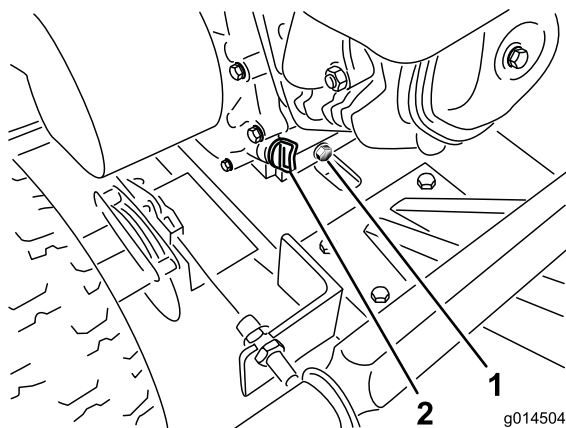

Figura 13
- Retire el tapón de vaciado y deje fluir el aceite a través del orificio de la ranura del bastidor (Figura 13).
- Retire el tapón de llenado de aceite y vierta lentamente aproximadamente el 80% de la cantidad especificada de aceite en el motor (Figura 13).